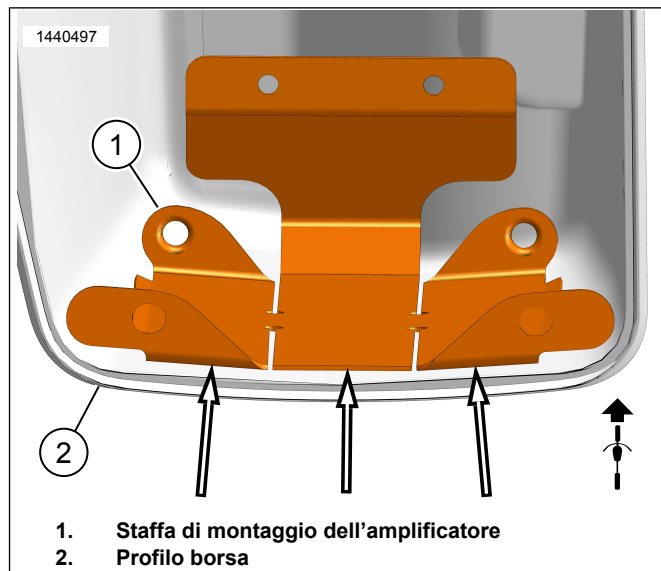

Figura 12. Profilo borsa
- b. Vedere la figura 12. Utilizzare le fessure nella staffa di montaggio (1) per piegare e adattare al profilo della borsa (2) senza che dondoli. Ciò garantirà un migliore contatto e adesione con il nastro. Non spellare ancora il nastro.